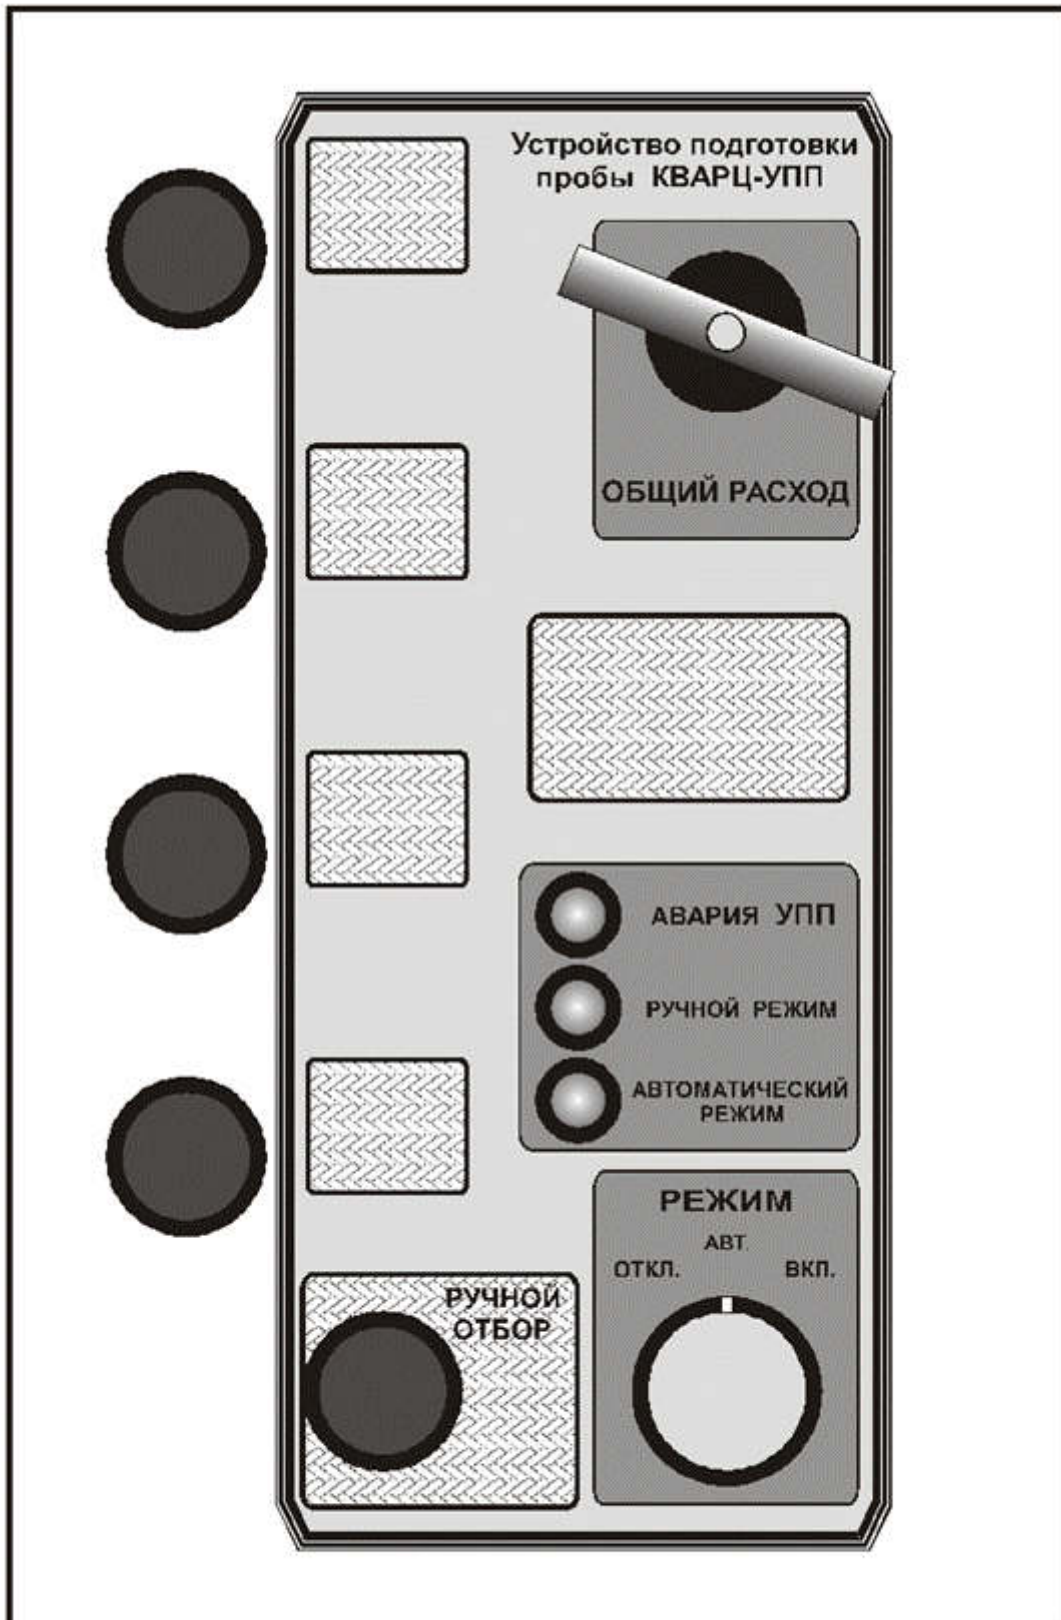

Рис.2 Передняя панель БГУ
1.4.7 Для ручного управления режимом работы УПП используется устройство УУИ ручного управления и индикации режима работы УПП, входящее в состав БГУ. Внешний вид передней панели БГУ и раздаточного устройства приведен на рис.2. Ручное управление режимом работы УПП осуществляется с помощью переключателя «РЕЖИМ». Индикация режима работы УПП осуществляется светодиодами: